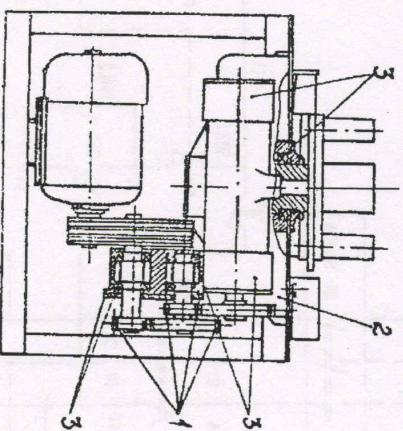

Рис. 8 Схема смазки
7.2 Смазка машины производится вручную согласно схеме смазки рис. 8.